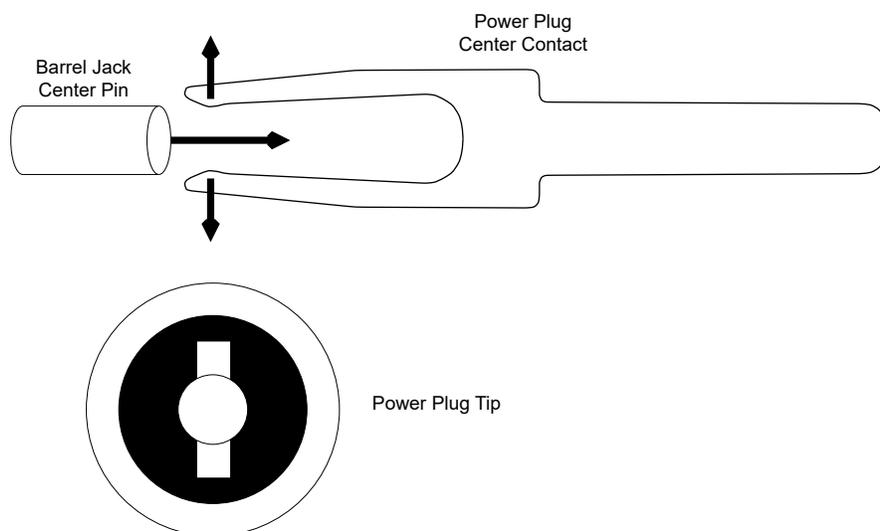

图 2-3. 带“调谐叉”中心触点的推荐电源插头图示
- 推荐配接连接器 - 相同的 **Sky (前身为 CUI 器件) PP3-002BH** - 带“音叉”型中心触点的电源插头。请参阅图 2-3。“音叉”中心触点弯曲的两个插脚，以保持与筒形插孔中心针脚的接触，避免间歇性连接。